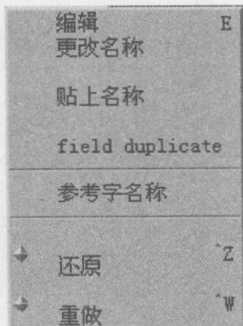

图 1-3
- (2) 【编辑】主要有还原、重做及更改名称等菜单, 如图 1-3 所示。